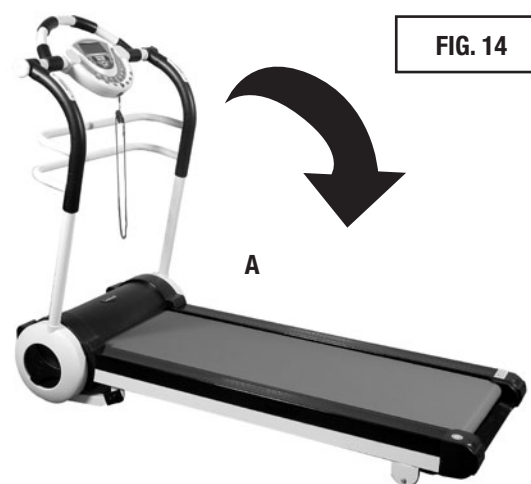

FIG. 14
- Per compiere l'operazione, è indispensabile abbassare il montante A (Fig. 14), fino a portarlo sul piano di corsa (per portare il montante nella posizione illustrata, riferirsi alle istruzioni del paragrafo precedente).